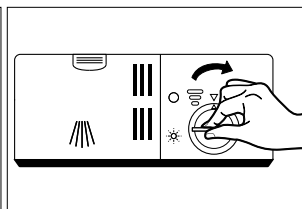

Fig. 11
- ▶ Riposizionare il coperchio con la punta della freccia sulla freccia di sinistra e ruotarlo in senso orario verso la freccia di destra (vedere la **fig. 11**).